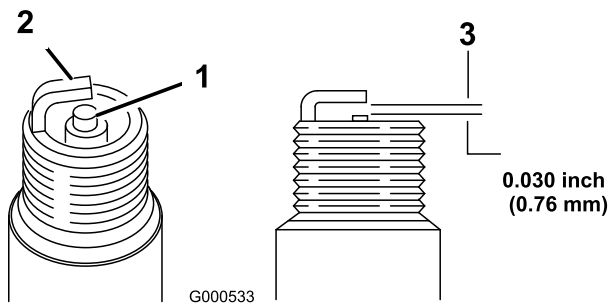

Figura 52
1. Mire la parte central de las bujías (Figura 52).
2. Compruebe la separación entre los electrodos central y lateral (Figura 52) y doble el electrodo lateral si la separación no es correcta.